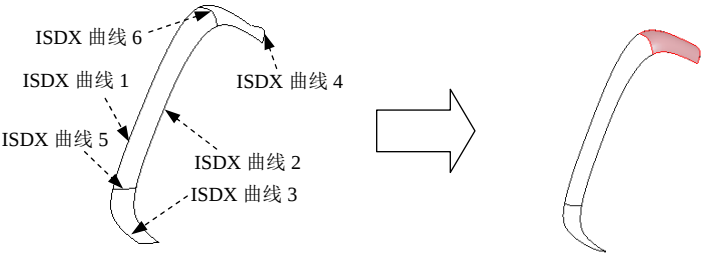
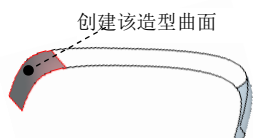
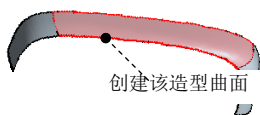

图 10.5.62 创建第一个曲面
图 10.5.63 创建第二个曲面
图 10.5.64 创建第三个曲面
(2) 创建图 10.5.62 所示的第一个 ISDX 曲面。
① 单击按钮 ，选择 VIEW_3 视图；单击 样式 功能选项卡 曲面 区域中的“曲面”按钮 。
② 选取边界曲线。按住 Ctrl 键，选取图 10.5.62 所示的 ISDX 曲线 6、曲线 4、曲线 1 和曲线 2，系统便以这四条 ISDX 曲线为边界创建一个局部 ISDX 曲面。
③ 完成 ISDX 曲面的创建后，单击控板中的  按钮。
(3) 按照同样的方法, 创建图 10.5.63 所示的第二个 ISDX 曲面。
① 单击 **样式** 功能选项卡 **曲面** 区域中的“曲面”按钮 .
② 选取边界曲线。按住 Ctrl 键, 选取图 10.5.62 所示的 ISDX 曲线 5、曲线 3、曲线 1 和曲线 2, 此时系统便以这四条 ISDX 曲线为边界创建一个 ISDX 曲面。
③ 单击操控板中的  按钮。
(4) 按照同样的方法, 创建图 10.5.64 所示的第三个 ISDX 曲面。
② 选取边界曲线。按住 Ctrl 键, 选取图 10.5.62 所示的 ISDX 曲线 5、曲线 6、曲线 1 和曲线 2, 此时系统便以这四条 ISDX 曲线为边界创建一个 ISDX 曲面。
(1) 单击“曲面连接”按钮  曲面连接。